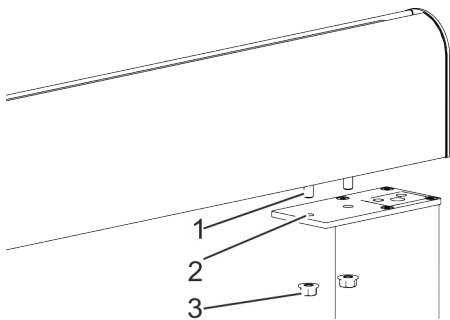

Abb. 21: Pfette mit Pfosten verbinden
1. ➤ Pfosten mit Befestigungsplatte (Abb. 21/2) auf die Aufnahmezapfen der T-Nutensteine (Abb. 21/1) stecken.
2. ➤ Unterlegscheiben und Befestigungsmuttern (Abb. 21/3) leicht anschrauben.